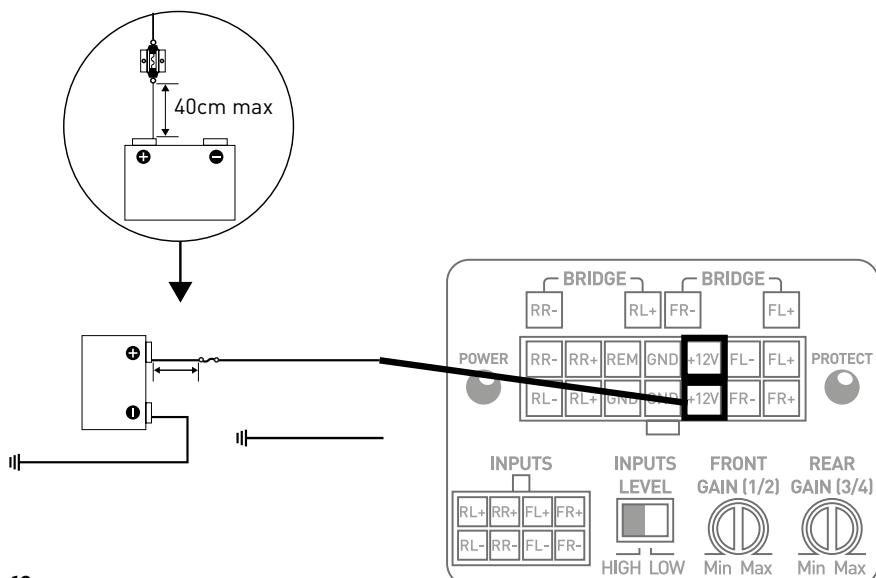

Abb. 10
- 9 - Schützen Sie immer die Batterie und den Stromkreis mit Sicherungen vor möglichen Schäden. Installieren Sie einen geeigneten Sicherungshalter und eine geeignete Sicherung am Stromkabel mit 12 V positiv (+) mindestens 40 cm vom Batterieanschluss entfernt. Idealerweise sollte dieser Abstand so kurz wie möglich sein (*Abb. 10*).
Schweißen und isolieren Sie (mit dem Schrumpfschlauch) das positive Stromkabel (+) am mitgelieferten Kabelausgang zu Ihrem Verstärker IMPULSE 4.320 (*Abb. 10*).